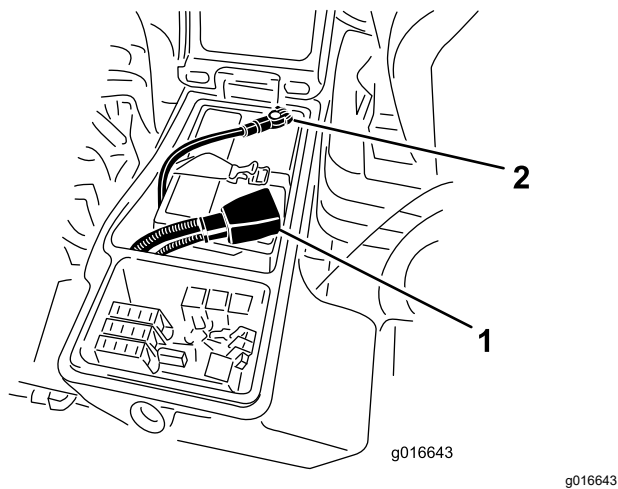

図 97
- 赤いケーブルをバッテリーの端子に、黒いケーブルはバッテリーの端子に固定する図 97